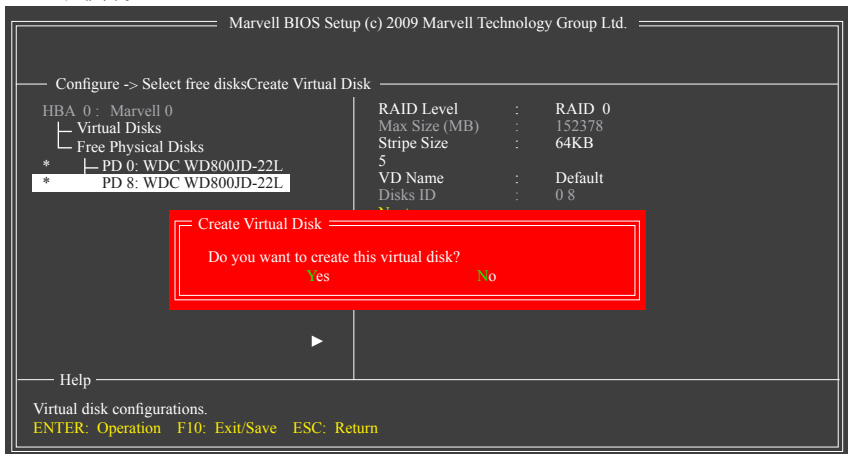

図 5
6. 次へ: 上の設定を完了した後、[次へ]に移動して<Enter>を押しアレイの作成を開始します。ボリュームの作成を確認するように求めるメッセージが表示されたら、<Y>を押して確認するか<N>を押してキャンセルします(図5)。